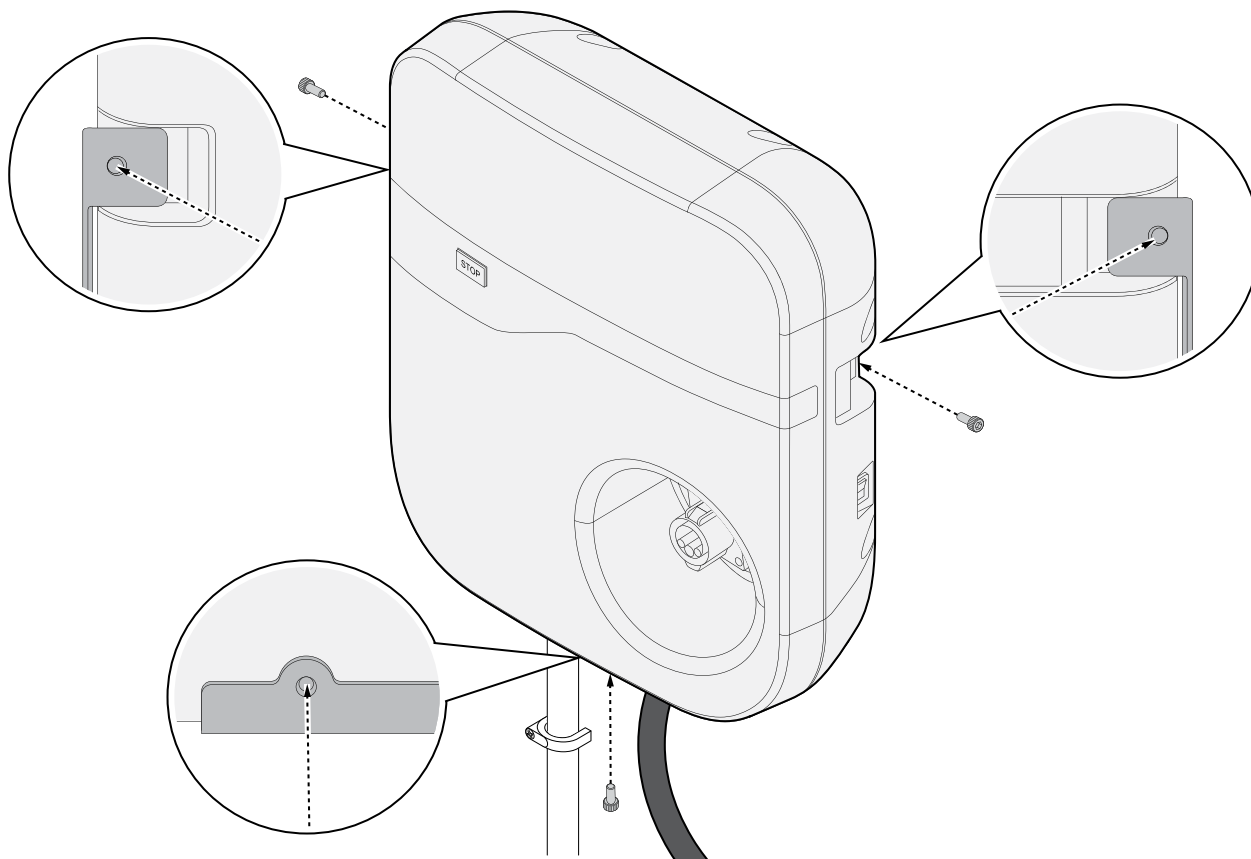

Figure 4-6. Emplacements des vis d'installation
6. Voir la Figure 4-6. Installez et fixez la station de charge sur le support de montage à l'aide des trois (3) vis fournies.